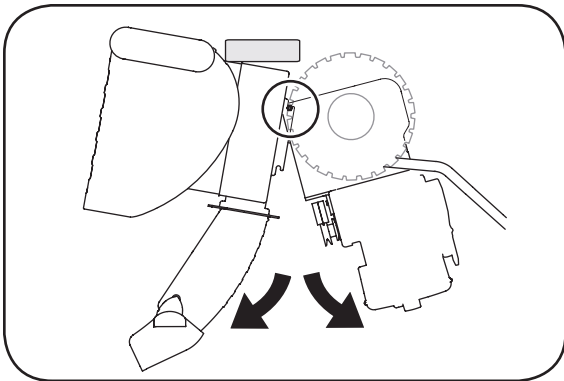

Figure 6-9
- Placez une cale en bois sous l'habitacle de la tarière, comme à la Figure 6-9 et séparez l'habitacle de la tarière du châssis en faisant basculer l'habitacle vers l'avant et en tirant sur les poignées.